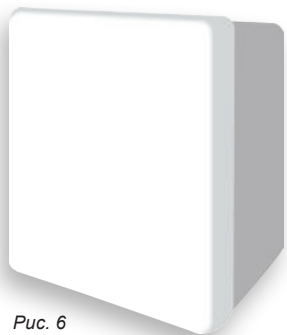

Рис. 6
8.1 Тип 1 - стандартная комплектация - встроенный в крышку изделия (рис. 6)
8.2. Тип 2 - ШУ установленный удалённо от станции (рис. 6)